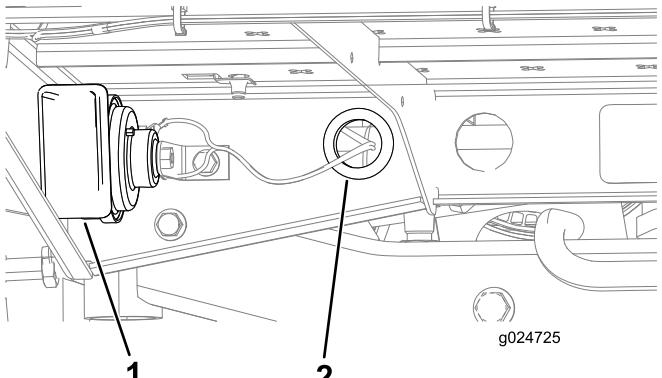

図 9
3. 後部angled platfromの穴についているgrommet hatomeにワイヤハーネスを通してホーンへ導く図9。